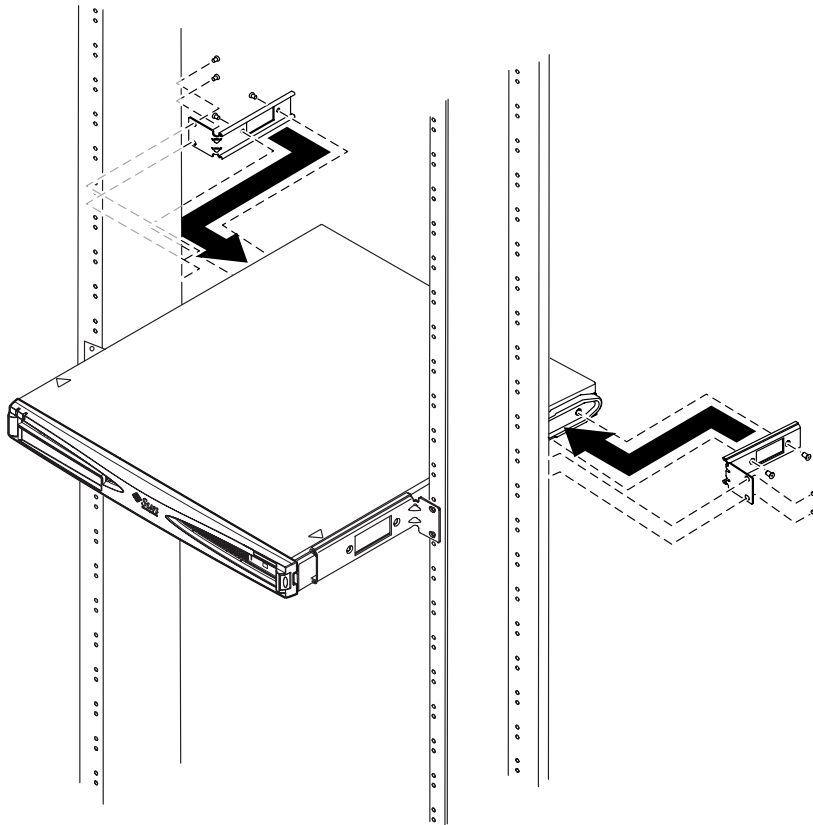

FIGURA 5-12 Servidor instalado en un bastidor de dos soportes
5. Encaje las dos piezas de montaje fijas posteriores en los orificios roscados situados en la parte posterior de ambos lados del servidor utilizando los tornillos de cabeza avellanada de estrella proporcionados (consulte la FIGURA 5-12).